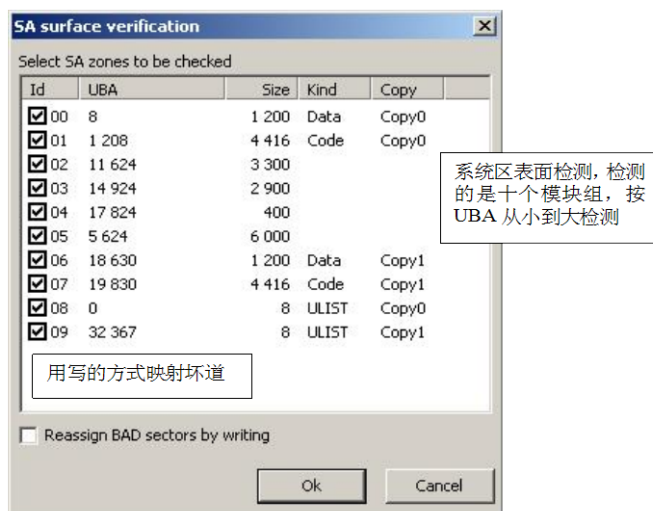

图 7-16 十个模块组的检测
(13) 系统区表面检测，检测的是十个模块组，按 UBA 从小到大检测，如图 7-16 所示。